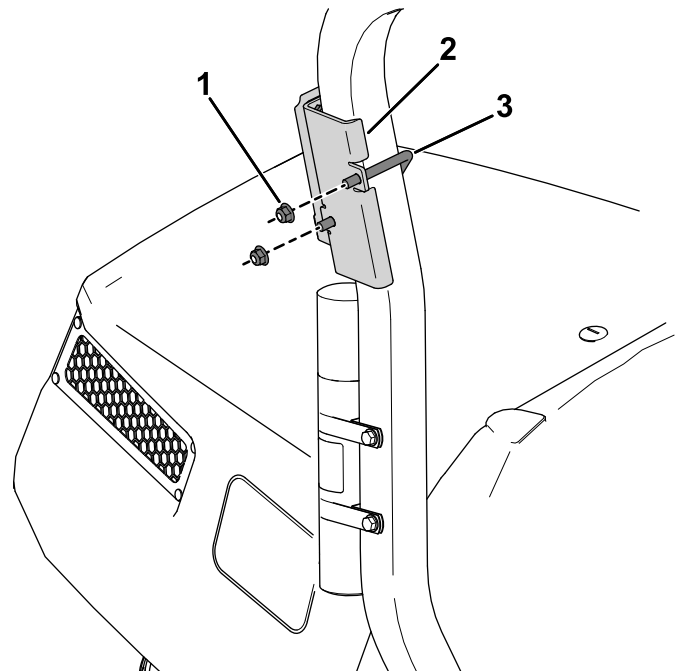

Bild 11
- 2. Befestigen Sie die Gerätehalterung mit einem U-Bügel und zwei Bundmuttern ($\frac{3}{8}$ ") oberhalb des Handrohrs am Überrollbügel (Bild 11).